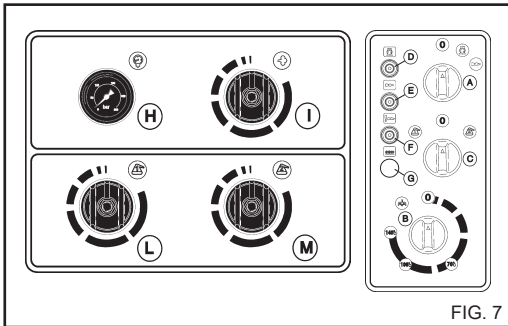

FIG. 7
Girar el botón del termostato "B" (fig. 7) hasta la posición vapor (140°C - 284°F), se obtendrá de este modo un aumento de la temperatura del agua en salida.
Al finalizar a utilización de la "Fase Vapor", girar el botón del termostato "B" hasta la posición "0" (fig. 7), dejar enfriar el aparato durante unos 3 minutos con la pistola abierta.
2) Accione la hidrolimpiadora, seleccione con el selector C) fig. 7 el tipo de producto que se debe utilizar ("1" ó "2"), abra el grifo del detergente deseado ref. L) para el producto n°1" o ref. M) para el producto "2" (fig. 7) girando el grifo hacia la izquierda. Cubra la superficie a lavar, actuando desde abajo hacia arriba.
3) Coloque el selector del producto detergente C) fig. 7 en la pos. "0". Cierre los grifos de regulación, girando los grifos hacia la derecha.